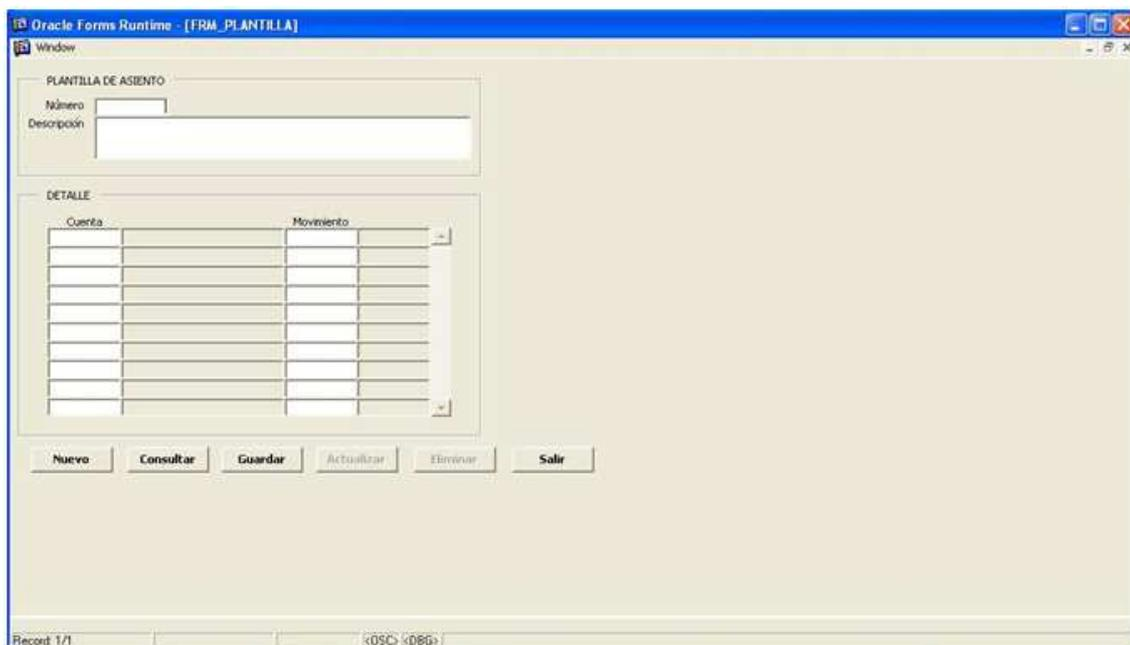

Figura 5-30. Pantalla Plantillas
2. Dé clic en la opción <Plantillas> y le aparecerá la siguiente pantalla: (Véase figura 5-30).